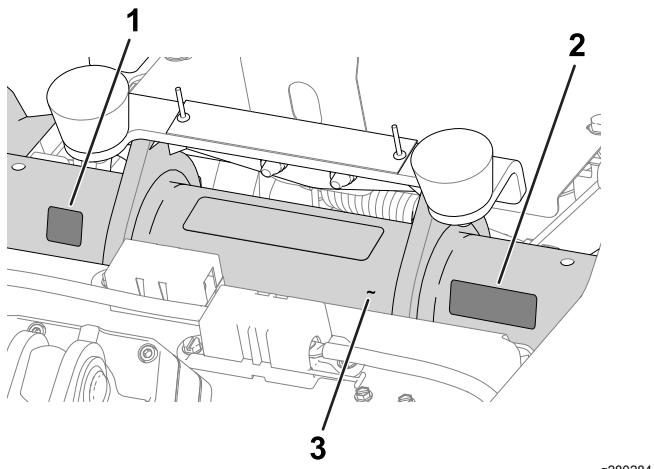

Figura 11
- Pegatina del año de fabricación y pegatina CE/UKCA:** aplique las pegatinas en el tubo del bastidor, debajo del asiento y la placa del número de serie; consulte la Figura 11.